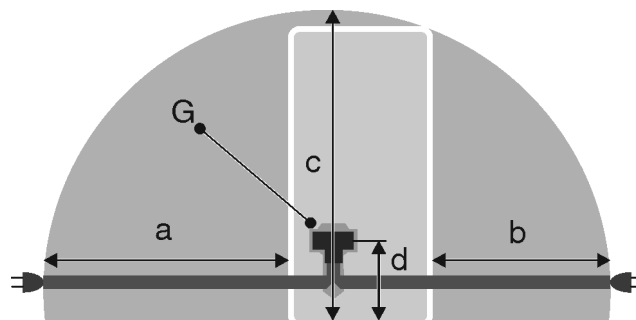

Fig. 25
- La presa non deve trovarsi nella zona posteriore dell'apparecchio, ma entro la zona indicata Fig. 25 (a, b, c).
- Inserire la spina Fig. 25 (G) sul retro dell'apparecchio. Assicurarsi che si innestino correttamente.